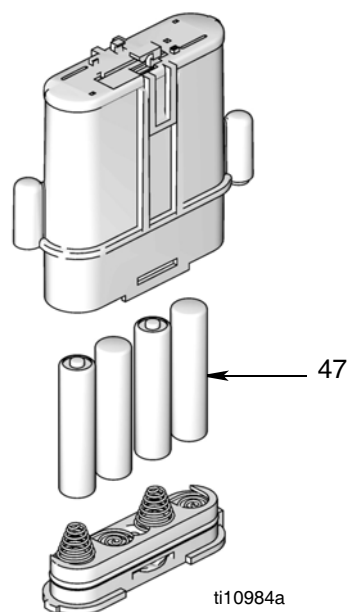

FIG. 28
- N'utiliser que des piles de taille et type mentionnés dans ce manuel. Il faut des piles qui ont une durée de vie suffisante : - Energizer E91 - Faire attention à la polarité lors de la mise en place des piles dans le compartiment des piles (FIG. 28). L'inversion des piles peut endommager le compteur. - Ne pas mélanger des piles de différents types ou des piles usées avec des piles neuves. Toujours remplacer les 4 piles par 4 piles neuves.
- Placer de nouvelles piles. Voir la FIG. 28 pour l'orientation des piles.